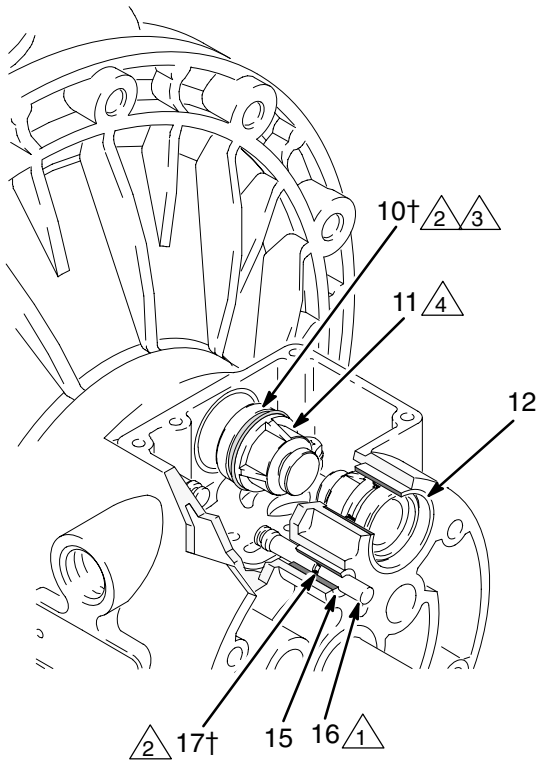

Abb. 9
4. Die beiden Stellmotorkolben (11) aus den Lagern (12) ziehen. Die Rillendichtungen (10) von den Kolben abziehen. Die Führungsstifte (16) aus den Lagern (15) ziehen. Die O-Ringe (17) von den Führungsstiften abziehen. Siehe Abb. 9.
6. Die Lager (12, 15) im eingebauten Zustand überprüfen. Siehe Abb. 9. Die Lager sind konisch, und wenn sie schadhaft sind, so müssen sie von außen ausgebaut werden. Dies erfordert den Ausbau der materialbenetzten Teile. Siehe Seite 20.
4. An jedem Führungsstift (16) einen O-Ring (17†) einbauen. Die Stifte und O-Ringe fetten. Die Stifte mit dem **schmalen** Ende voran in die Lager (15) einschieben. Siehe Abb. 9.
5. An jedem Stellmotorkolben (10†) Rillendichtungen (11) einbauen, so dass die Lippen der Rillendichtungen zum **schmalen** Ende der Kolben weisen. Siehe Abb. 9.
6. Die Rillendichtungen (10†) und die Stellmotorkolben (11) fetten. Die Stellmotorkolben mit dem **dicken** Ende voran in die Lager (12) einschieben. Das schmale Ende des Kolbens frei lassen. Siehe Abb. 9.